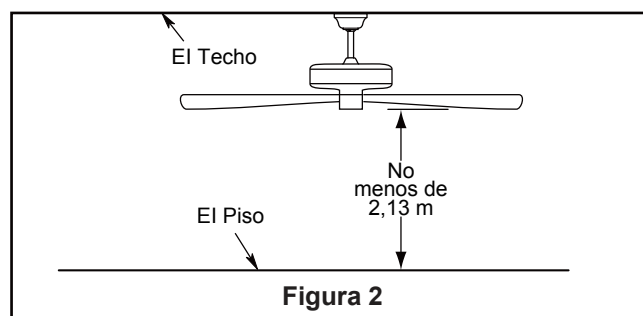

Figura 2
Uso de perfil profundo (Figura 2)
2. Retire el clip de horquilla y pasador de horquilla de la parte inferior de la bola para colgar. Retener el pasador y clip para la reinstalación en el paso 4. (Figura 2)
Debe colgar el ventilador a una distancia mínima de 2,13 m desde las aspas hasta el piso. (Figura 2)
Para evitar una posible descarga eléctrica, asegúrese de cortar la alimentación eléctrica de la caja de fusibles principal antes de alambrado el ventilador. (Figura 2)
- ☐ 2. Coloque y ajuste firmemente la cubierta para el tornillo de la base sobre los tornillos de reborde de la abrazadera para colgar mediante el mecanismo de seguro por giro del chavetero. (Figura 2)
2. Apoye el lado liso del soporte de aspas sobre una superficie plana, con la parte interior del soporte mirando hacia arriba. Ensamble el asa en el soporte de aspas con tuerca de cabeza hexagonal, tornillos y arandelas plana. Asegúrese de que la parte inferior del asa se encuentre bien apoyada sobre el soporte. Fije los tornillos, sin apretarlos demasiado. (Figura 2)